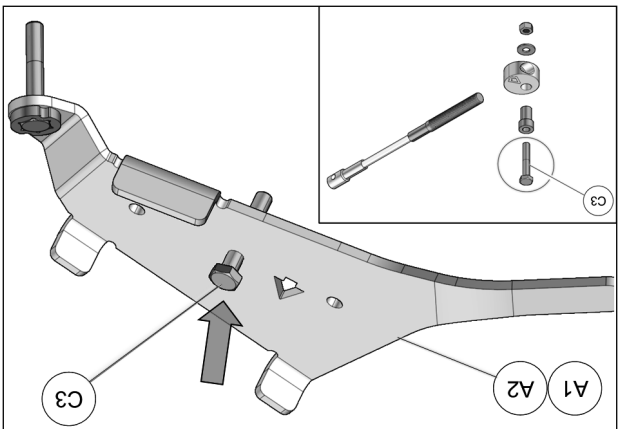

Fig. 14
5. Insérer les boulons M10x60mm (C3), pris de l'ensemble de pièces des limiteurs de conduite, dans le trou du milieu des ancrages tel que montré à la Fig. 14